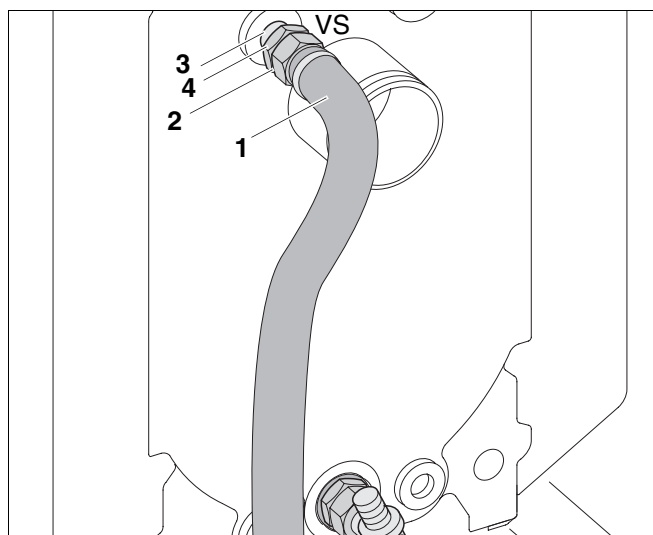

Рис. 11 Монтаж трубопровода на отопительном котле
- Установить кольцо (рис. 11, **поз. 3**) в паз двойного ниппеля (рис. 11, **поз. 4**).
- Закрутить двойной ниппель (рис. 11, **поз. 4**) в место подключения подающей линии бака-водонагревателя на отопительном котле.
- Установить уплотнение (рис. 11, **поз. 2**) в накидную гайку на короткой части соединительной трубы VS (рис. 11, **поз. 1**) для подающей линии бака VS. Затем соединить трубу с двойным ниппелем (рис. 11, **поз. 4**) на подключении котла, при этом направить длинную часть вертикально вниз.